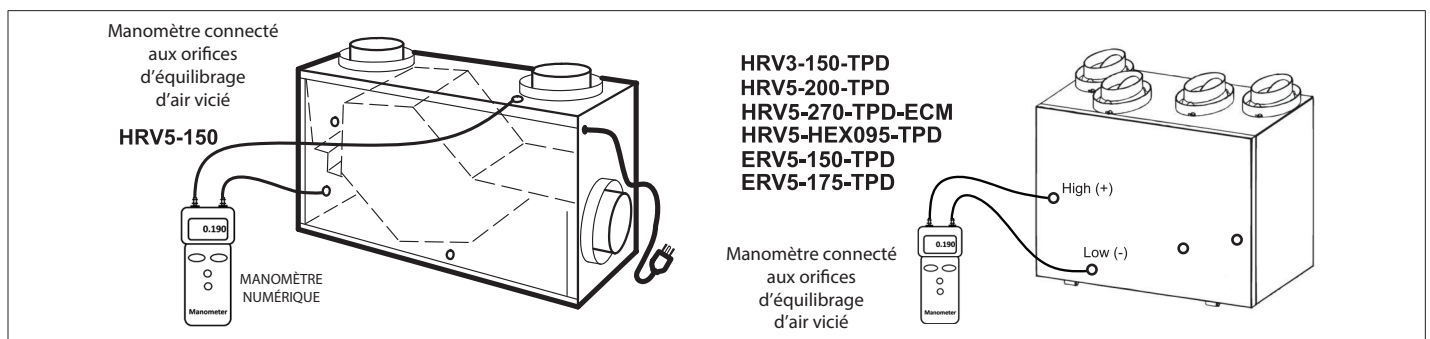

Figure 51. Orifices d'équilibrage - Air vicié
5. Mesure de l'air vicié. Insérer les deux raccords en caoutchouc du manomètre dans les orifices d'équilibrage d'air vicié (voir Figure 51 à la page 40). Étanchéifier les orifices d'équilibrage d'air frais (en haut à gauche et en bas à droite) avec du ruban adhésif. Noter la valeur.